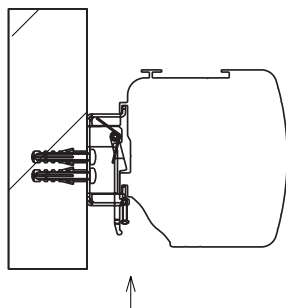

Abbildung 4
3. Drehen Sie abschließend die Sicherheitsschraube der Montagebügel fest. Dies verhindert ein unbeabsichtigtes Lösen der Montagebügel. (siehe **Abb. 4**)